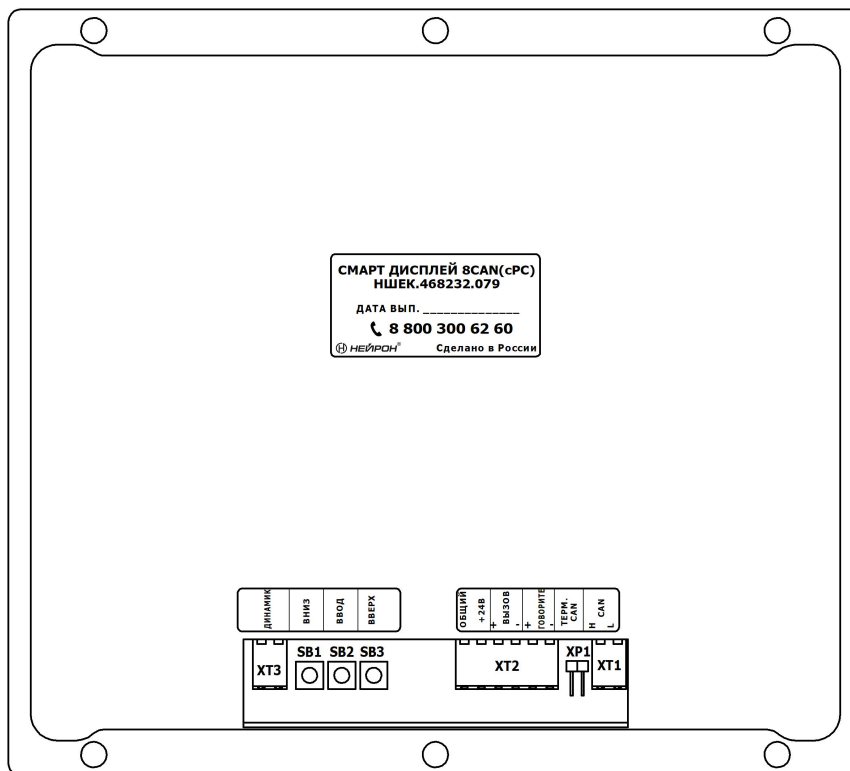

Рис.1. Расположение разъемов и органов управления
7.2 Выполнить подключение разъема ХТ1 согласно таблице 1, и разъема ХТ2 в согласно таблице 2. Расположение разъемов показано на рис.1.